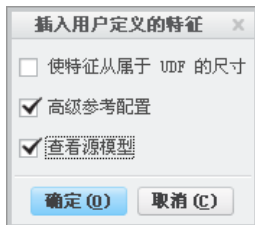

图 2.3.21 “插入用户定义的特征”对话框
Step3. 在图 2.3.21 所示的“插入用户定义的特征”对话框中选中 ☒ **高级参考配置** 和 ☒ **查看源模型** 复选框,然后单击 **确定 (O)** 按钮,系统将会在子窗口中显示参考零件。